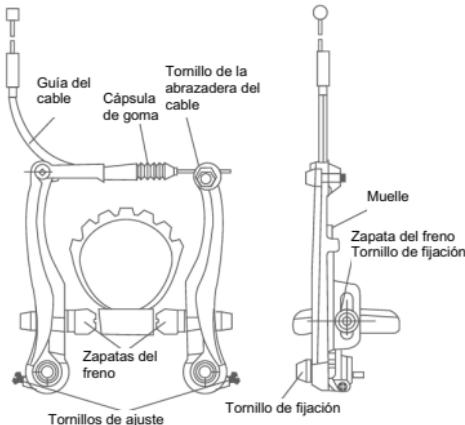

Figura 10
- b. Ambas zapatas deben tener la misma distancia a la llanta: entre 1 y 2 mm. Se pueden regular con los tornillos de ajuste. (Figura 10)